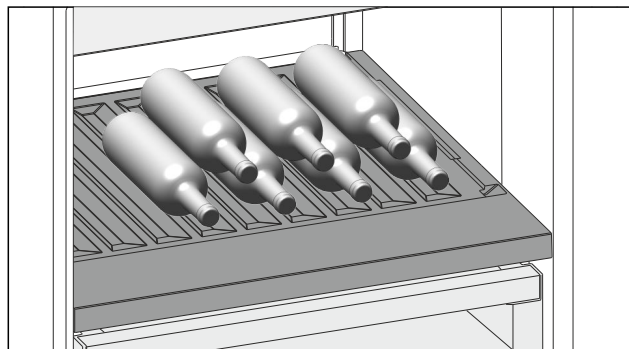

Fig. 165 Simbolična slika
- ▶ Steklenice vstavite z dnom proti zadnji steni aparata. (glejte Fig. 165)